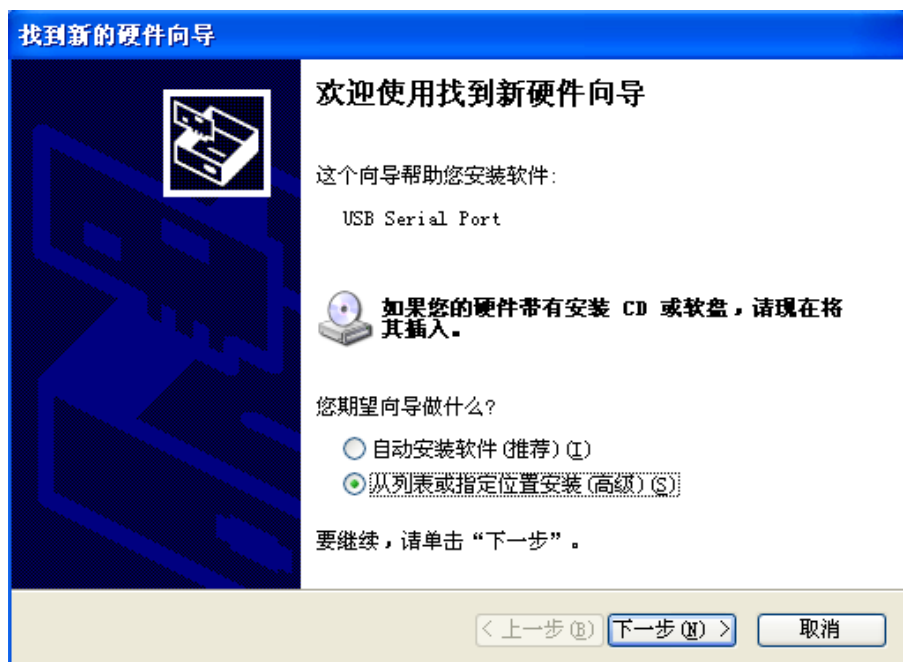

图 2-16
- ◆ 如图 2-16，安装完成后，系统显示成功安装驱动的提示。单击“完成”，确定安装好设备的 USB Serial Converter 驱动。